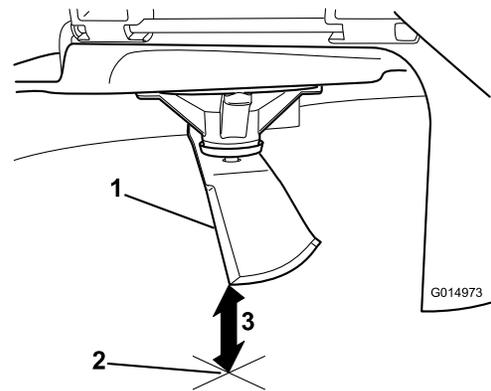

**Bild 74**
3. Messen Sie von der Messerspitze bis zu ebenen Fläche (**Bild 74**).